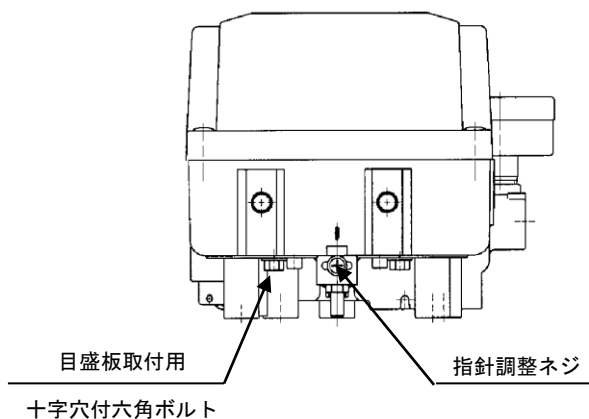

図 48
- (2) アクチュエータの中間開度（ポジショナへの入力電流 50%時）にて停止させ、目盛板の 50%と指針が合うように、指針の位置を調整して下さい（図 48 参照）。もし、指針を調整しても目盛板の 50%と一致しない時は「■初期調整方法」をご覧ください、再度フォークレバーユニットの角度調整を正確に行ってください*1。